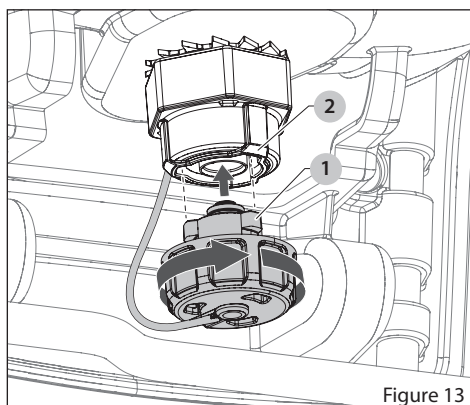

Figure 13
- Aligner les languettes du bouchon (1) avec le chapeau du réservoir (2) et enfoncer le chapeau jusqu'à ce qu'il s'arrête.
- Tourner le bouchon dans le sens des aiguilles d'une montre pour le fixer au chapeau. Voir Figure 13.